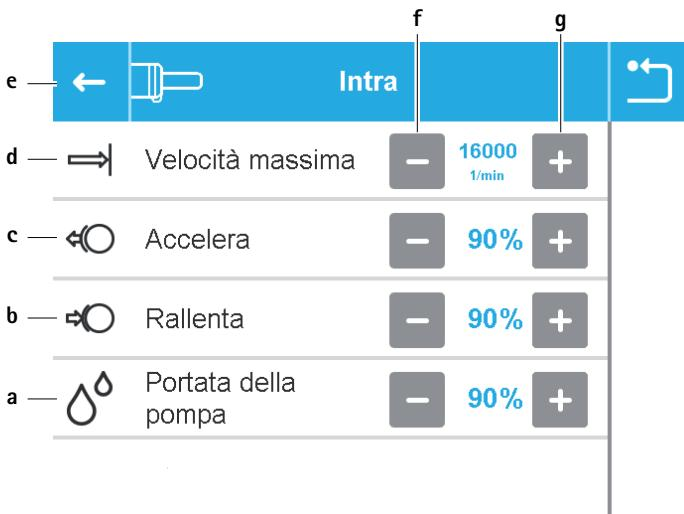

Fig. 10 Impostazioni motore – Tipo di motore/manipolo selezionato
- Visualizzare/modificare le impostazioni motore del tipo di motore/manipolo: Premere il tasto del tipo di motore/manipolo **a**. Il sottomenù del tipo di motore/manipolo scelto si apre, vedere Fig. 10.